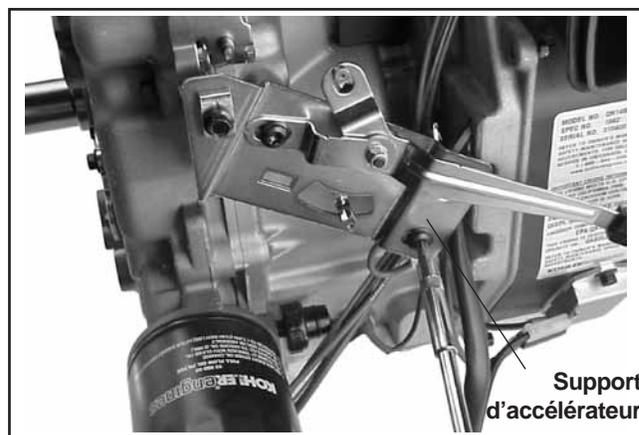

Figure 11-54. Installer le support d'accélérateur.
1. Installer l'ensemble du support de l'accélérateur sur le carter avec deux vis de montage. Si le câble de terre du redresseur-régulateur (modèles de carter de ventilateur en plastique) a également été fixé, le positionner derrière le support de l'accélérateur sur la vis inférieure. Voir la figure 11-54.